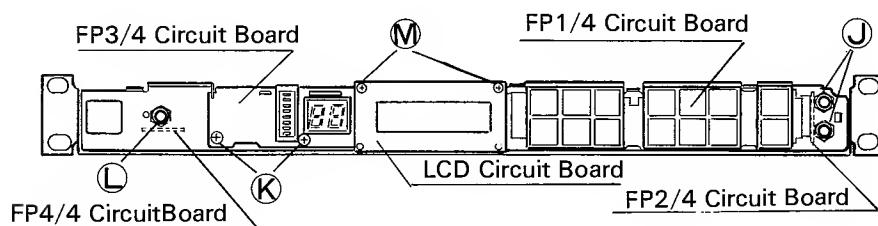

Fig. 5
(Refer to Fig. 5)
- ADシート上のコネクターを外し FP3/4シートを取出します。 (Fig. 5 参照)
(Fig. 5 参照)